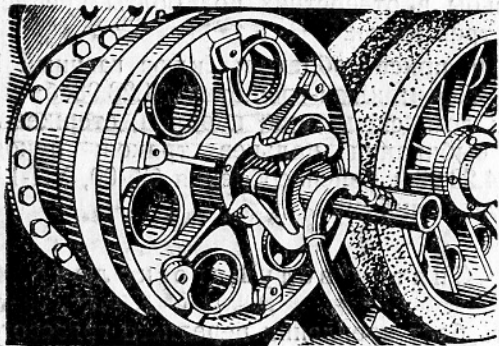

Рис. 7. Установка приспособления УК-1А для спрессовки ведущего колеса
6. Установить (рис. 7) приспособление УК-1А на ведущее колесо и снять ведущее колесо с ведомого вала бортовой передачи.